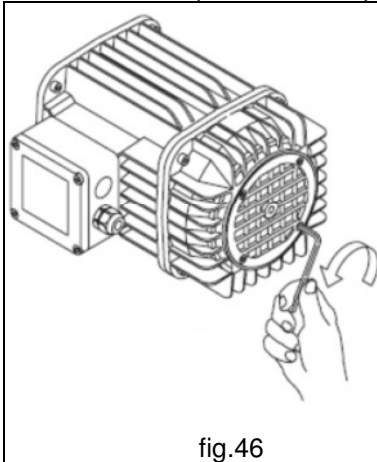

fig.46
3. Opérer en hauteur, enlever la grille en plastique (aérateur) en dévissant complètement les quatre vis (fig. 46).